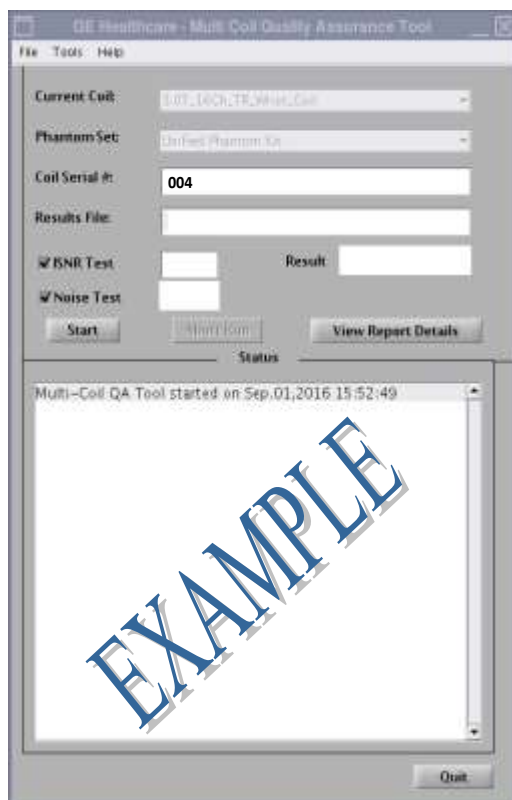

Figura 3
Il campo della bobina corrente verrà automaticamente compilato (Figura 3) in base all'ID della bobina collegata al LPCA. Inserire il numero di serie della bobina testata nel campo Coil Serial # (Numero di serie della bobina).
2. Fare clic su **[Start]** (Avvia) per iniziare il test automatico, come illustrato nella Figura 3. A seconda del numero di posizioni del test (complessità della bobina), il test può durare da 3 a 5 minuti.